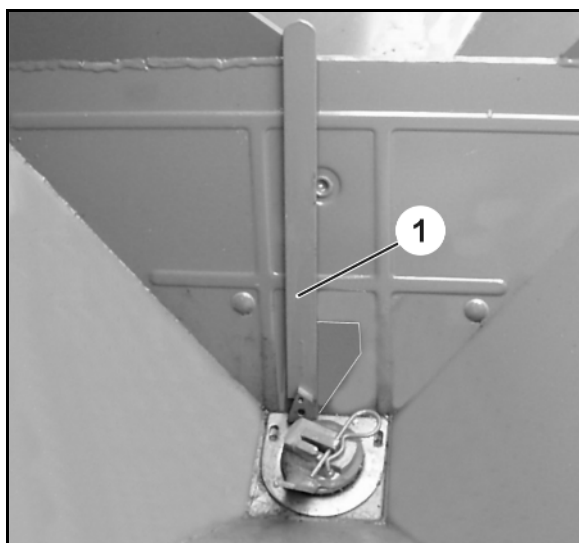

Bild 104
4. När vingmuttern (Bild 104/1) lossas ska reglerspaken (Bild 104/2) komma att ligga an mot anslaget (Bild 104/3).
- I detta läge ska avläsningskanten (Bild 104/4) för spjälläget peka på värdet "11" på skalan.
Är så inte fallet får du ändra läget för anslaget (Bild 104/3) genom att vrida länkstången (Bild 104/5):
6. Lossa låsmuttern (Bild 104/6) till länkstången (Bild 104/5).
7. Vrid länkstången tills anslaget (Bild 104/3) ligger an mot reglerspaken (Bild 104/2).